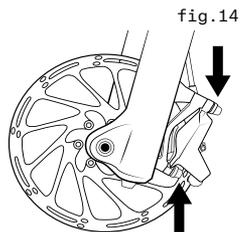
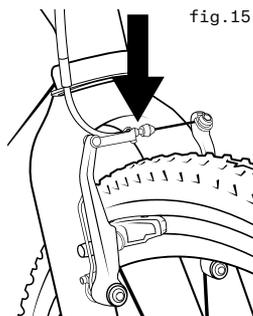

fig.14
fig.15
- 1) Frein à jante : désengagez le mécanisme de déblocage rapide du frein pour augmenter l'espace entre le pneu et les patins de frein (voir section 4.C fig.14 à 18).
- 1) Si vous avez un vélo à plusieurs vitesses équipé d'un dérailleur : mettez le dérailleur arrière sur le plus haut développement (le plus petit pignon, situé à l'extérieur). Si le changement de vitesse est interne au moyeu arrière, consultez le détaillant ou les instructions du fabricant du moyeu avant d'essayer de démonter la roue arrière. Si vous avez un vélo à pignon unique (frein à disque ou à jante), passez à 24 l'étape (4) ci-dessous.
- 2) Frein à jante : désengagez le mécanisme de déblocage rapide du frein pour augmenter l'espace entre le pneu et les patins de frein (voir section 4.C, fig.14 à 18).
3. Certains types de frein de vélo, comme les freins à disque (fig.14) et les freins à tirage linéaire (fig.15), sont extrêmement puissants. Veillez à bien vous familiariser avec ces freins et soyez tout particulièrement attentif quand vous les utilisez.